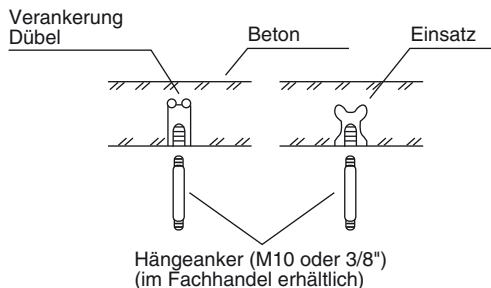

**Abb. 3-5**
- (1) Das Originalmaßstab-Diagramm (mitgeliefert) an der Stelle der Decke anlegen, an der die Inneneinheit montiert werden soll. Mit einem Bleistift die Bohrlöcher markieren (Abb. 3-5).